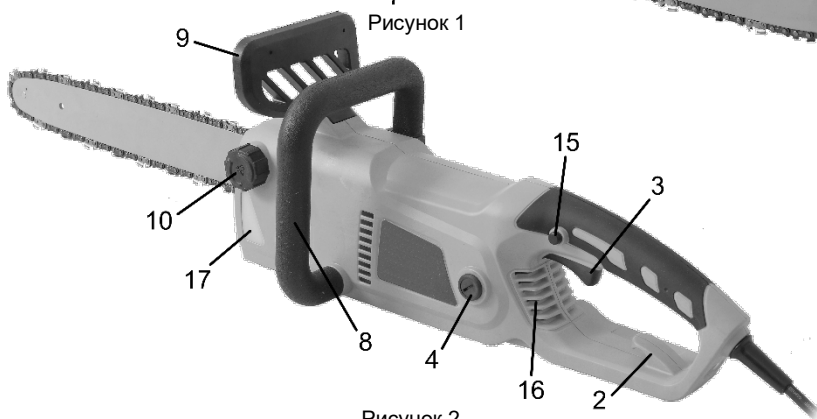

Рисунок 2
Перед роботою та при роботі обов'язково перевіряйте та доливайте оливу для змащування ланцюга. Горловина (10, рисунок 2) для заправлення оливою для ланцюга позначена відповідним зображенням. Рекомендовано використовувати тільки спеціальну оливу для ланцюгів. Олива для ланцюгів значно знижує тертя та нагрів ланцюга і напрямної шини, полегшує їх очищення від стружки та пилу, надійно захищає від корозії та придатна до всесезонного використання.
4.1.6 Для ввімкнення виробу натисніть на кнопку блокування від випадкового запуску (15, рисунок 2), а потім на пускову кlawishу (3, рисунок 2). Для вимкнення виробу кlawishу слід відпустити.